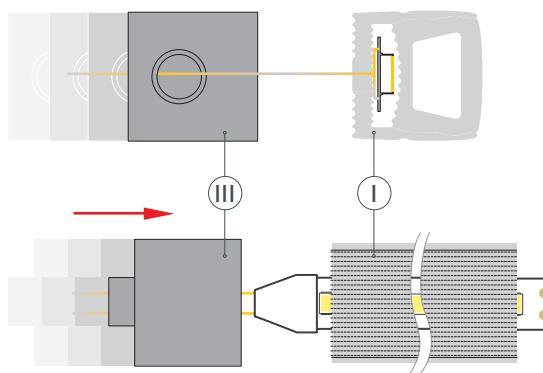

Рис. 2. Протяжка кабелей светодиодной ленты **(IV)** через отверстие в заглушке **(III)**, вид сверху
- 3** Проденьте кабели питания светодиодной ленты **(IV)** через отверстие в заглушке **(III)**, как показано на рис. 2.